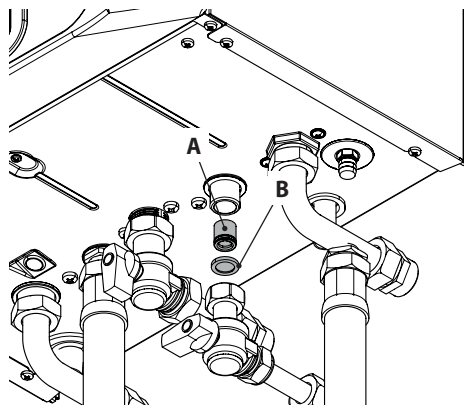

Figura 5.4
- Inserire la valvola di non ritorno (A) all'interno del raccordo "riempimento del circuito riscaldamento" e posizionare la guarnizione con filtro (B) (Figura 5.3 e Figura 5.4)